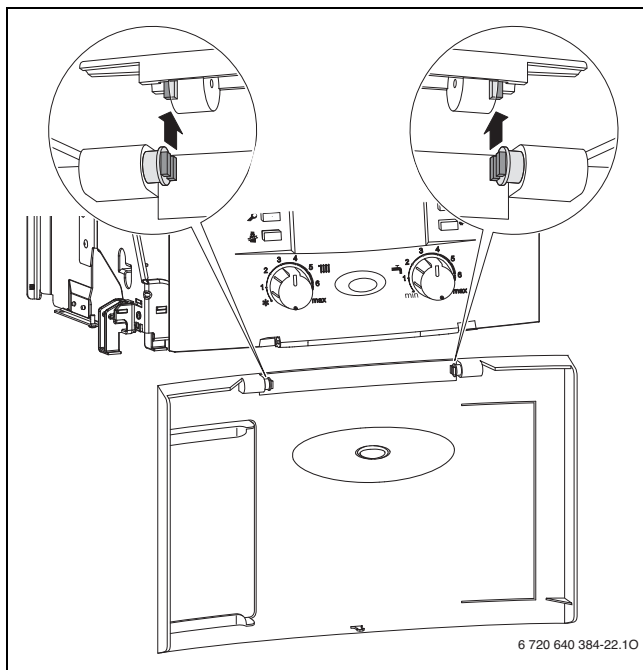

Bild 23
- ▶ Ausrichtung der Dämpfer prüfen (→ Bild 23).